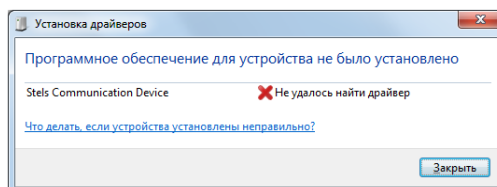

Рис. 5.2. Окно *Установка драйверов*
2. Щелкните по уведомлению левой кнопкой мыши и в открывшемся окне *Установка драйверов* нажмите кнопку *Заккрыть* (рис. 5.2).